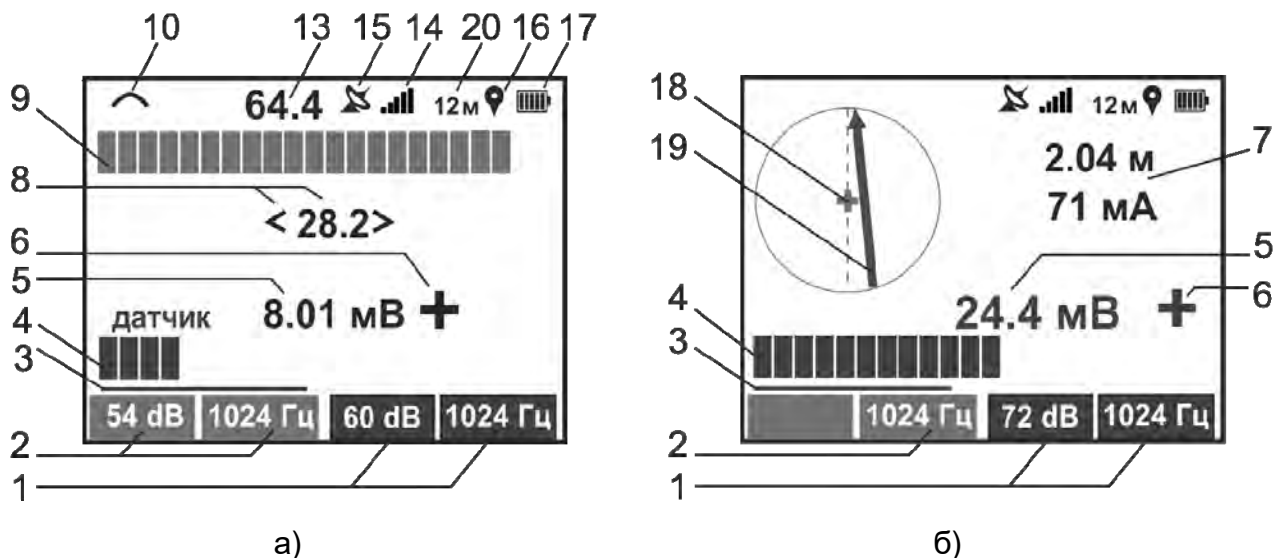

Рисунок 3.3 – Индикация приемника в режиме «ТРАССА-ДАТЧИК»
- «ТРАССА-ДАТЧИК» – для поиска мест повреждения изоляции коммуникации с одновременным контролем её расположения и глубины, а также поиска обрыва, замыкания или отбора жил в многожильном кабеле (рисунок 3.3.а). Дополнительно при включенной функции «КОМПАС», отображается положение и направление коммуникации относительно приемника (рисунок 3.3.б).